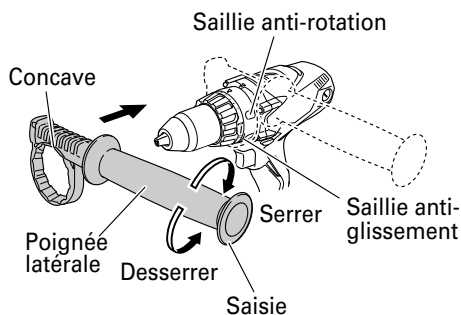

Fig. 6
- (1) Installer la poignée latérale de façon que les saillies de l'outil principal s'insèrent dans les rainures de la poignée latérale. Serrer la saisie après avoir vérifié que la poignée latérale ne recouvre pas la saillie anti-glissement. (Fig. 6)
- (2) Desserrer la saisie pour retirer la poignée latérale.